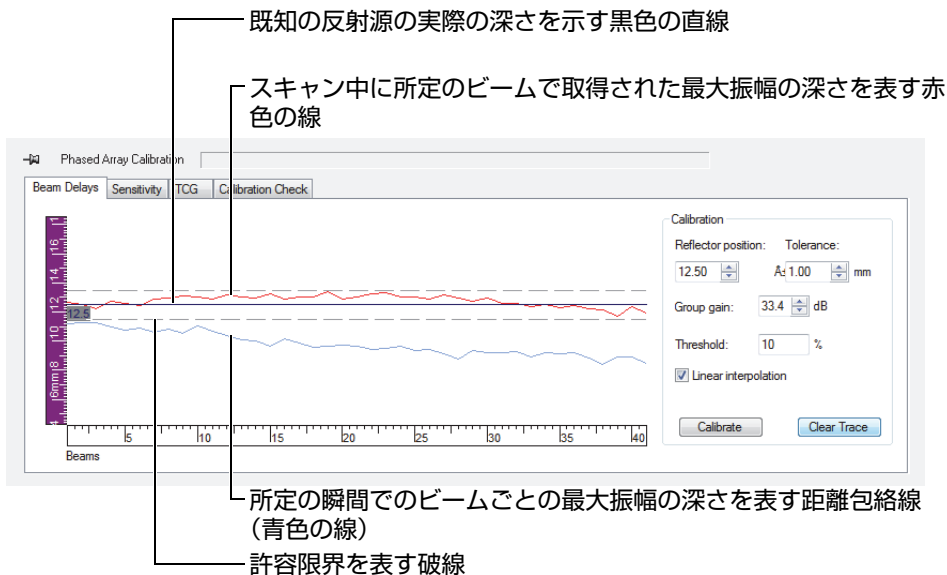

図 4-20 ビーム遅延校正で使用する曲線
- a) [Beam Delays] タブを選択します (121 ページの図 4-20)。